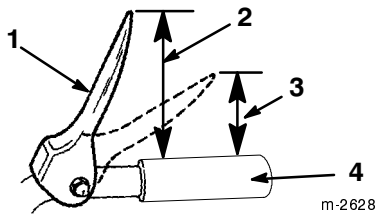

Bild 8
3. Stellen Sie die Sicherungs-Bundmutter durch Drehen der Fahrtriebsstange nach oben oder unten so ein, dass der Abstand zwischen der Oberkante des Handgriffs und der Unterkante des Fahrtriebshebels ca. 12,7 cm beträgt (Bild 8).
Hinweis: Die Einstellung ist korrekt, wenn die Räder aufhören, sich rückwärts zu drehen und der Abstand zwischen der Oberseite des Handgriffs und der Unterseite des Fahrtriebshebels 7,6 bis 10,2 cm beträgt (Bild 8).